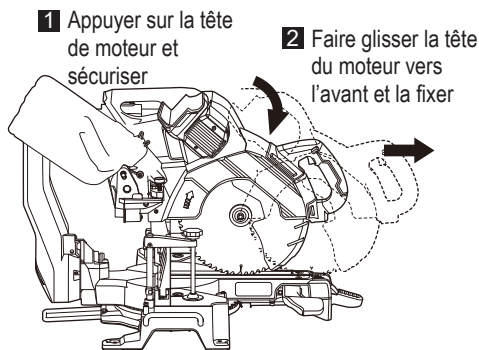

Fig. 57
- (2) Appuyer sur la tête de scie et la fixer avec la goupille de verrouillage. (Fig. 57)
(3) Faire glisser la tête de scie jusqu'à ce qu'elle entre en contact avec l'avant et fixer la tête avec le bouton de fixation du chariot. (Fig. 57)